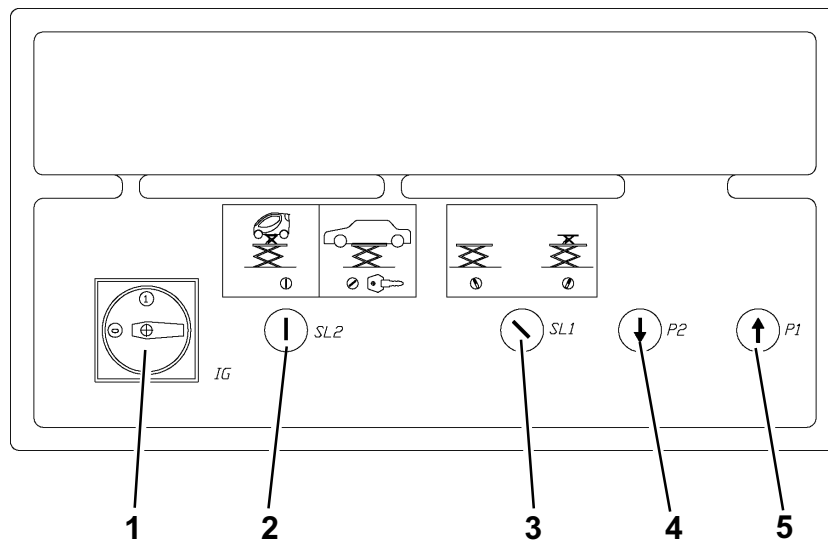

Fig. 24
- attuare la manovra premendo il pulsante di discesa (4 Fig.24) accertandosi che i pistoncini sgancio arpioni siano correttamente alimentati e che gli arpioni siano quindi in condizione
- Carry out the manoeuvre by pressing the downstroke button (4 Fig. 24) checking that the pawl release pistons are
- Das Steuerung über die Senksteuertaste (4 Abb. 24) ausführen und die einwandfreie Speisung der Sperrklinken-Auslösesteuervorgänge bzw. das Ausklinken der Sperrklinken bei Betätigung der Senksteuertaste sicherstellen.
- Actionner la manœuvre en appuyant sur le bouton-poussoir de descente (4 Fig. 24) et s'assurer que les pistons de dégagement des arrêts mécaniques sont alimentés
- efectuar la maniobra presionando el pulsador de descenso (4 Fig. 24) asegurándose de que los pistones de desenganche de los trinquetes, estén correctamente alimentados y que los trinquetes estén por tanto en
Sollevatore integrato (Fig. 24)
Lift table (Fig. 24)
Integrierter Radfreiheber (Abb. 24)
Élévateur intégré (Fig. 24)
Elevador integrado (Fig. 24)